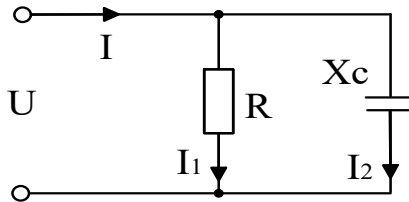

Рис.3.12
4.9. Пользуясь схемой представленной на рис.3.12. определить: U , I_2 , X_C , Y , Z ; Параметры схемы: $R=20$ Ом, $U=5$ В, $I_1=3$ А.
4.12. В цепи, приведенной на рис.3.12, получить выражения мгновенных значений i , i_1 , U , если $i_2 = 4\sqrt{2} \sin(\omega t + 60^\circ)$.
4.13. В цепи, приведенной на рис.3.12, получить выражения мгновенных значений U , i , i_1 , i_2 , если $i_3 = 10\sqrt{2} \sin \omega t$.